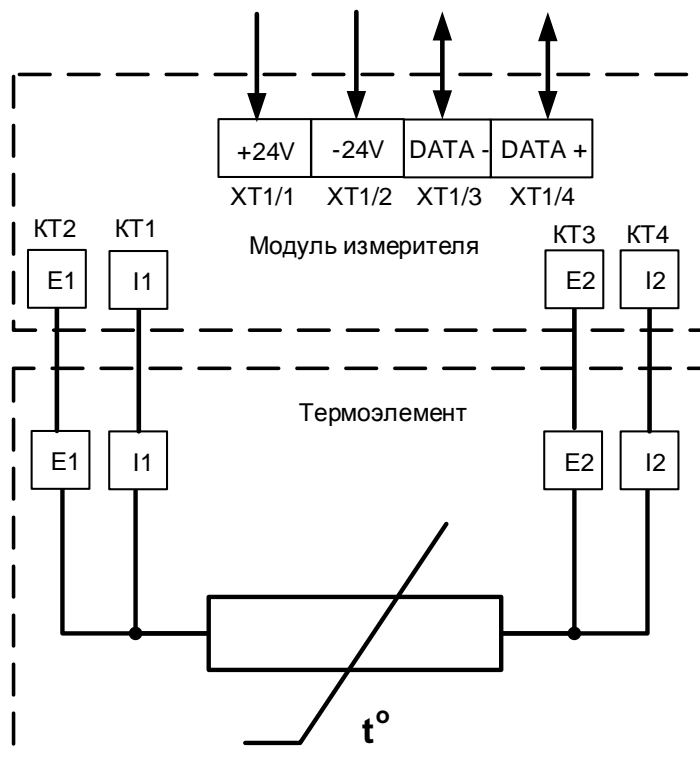

Рис.2. Схема соединений цифрового ТПС.
- 1.5.3. Цифровой ТПС вместе с термоэлементом содержит модуль измерителя (см. рис.2), преобразующий значение сопротивления в сигнал цифрового интерфейса RS-485, протокол ModBus. Питание схемы модуля измерителя осуществляется напряжением постоянного тока в диапазоне 10-30 В.